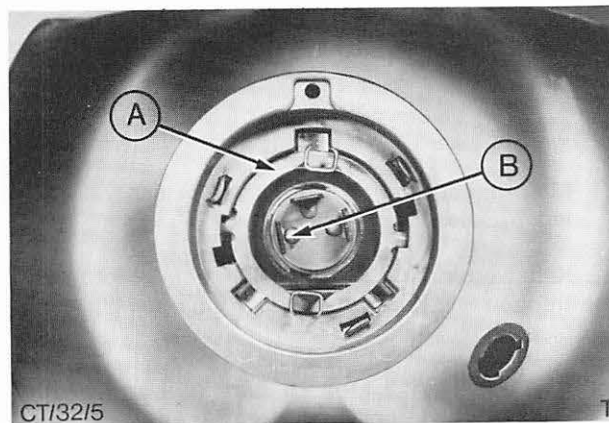

Abb. 7 Rückansicht – Scheinwerfer
4. Glühlampe einsetzen und mit Haltering befestigen, Abb. 7. Gummikappe unter Beachtung der Glühlampe-Anschlußzungen aufsetzen.